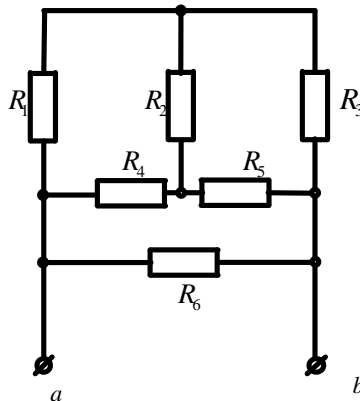

Рисунок 13
**Задача 8.** Определить эквивалентное сопротивление схемы (рис.13) относительно зажимов ab, если  $R_1=80\text{Ом}$ ;  $R_2=24\text{Ом}$ ;  $R_3=60\text{Ом}$ ;  $R_4=20\text{Ом}$ ;  $R_5=40\text{Ом}$ ;  $R_6=100\text{Ом}$ .